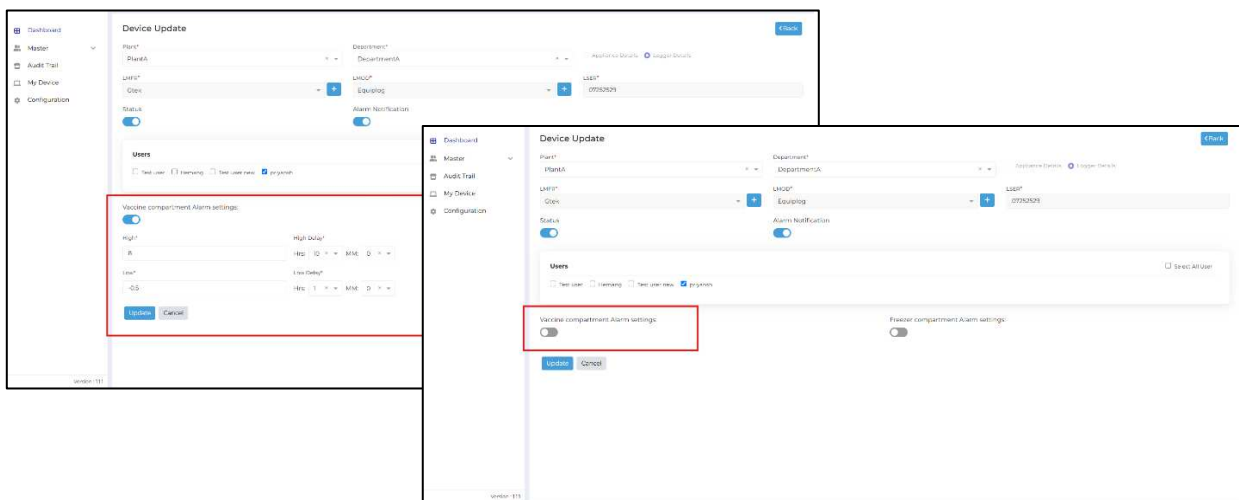

Figura 62 Deshabilitar/habilitar el monitor de alarma para el dispositivo seleccionado
- En la opción de edición del dispositivo, el usuario puede desactivar la monitorización de alarmas haciendo clic en el botón deslizante para la configuración de Alarma de Vacuna y/o Congelador y haciendo clic en el botón "Actualizar" para enviar el comando al dispositivo como se muestra en la figura 62.